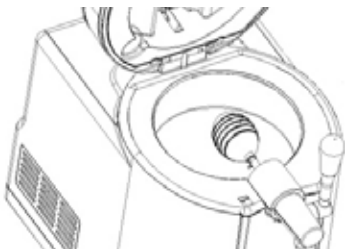

Abb. 12
17. Zum Spülen des Zapfhahns können Sie auch den Spülball direkt an die Bierleitung am Zapfhahn anschließen. Pumpen Sie nun auch hier das Wasser durch den offenen Zapfhahn (Abb. 12).